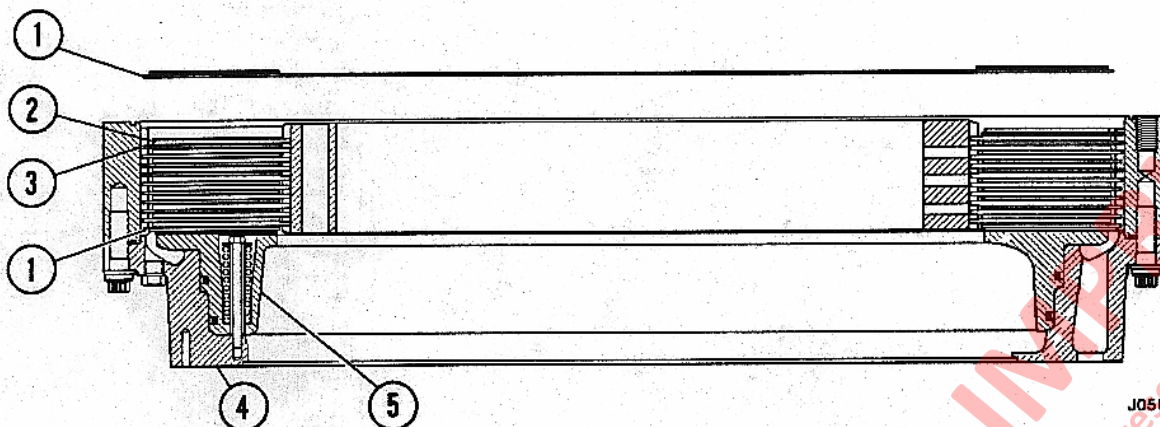

FIGURA 5-10 MONTAJE PAQUETE DE DISCOS
- a. Inserte un disco amortiguador (1, Figura 5-10) dentro del engranaje de corona y engranaje interior con el material de fricción (abajo) enfrentando el pistón (5).
- b. Inserte un disco de fricción (2) en la parte superior del amortiguador.
- c. Monte una placa separadora (3).
- NOTA:** El paquete de disco contiene un total de diez (10) discos de fricción, nueve (9) placas de separación, y dos (2) amortiguadores.